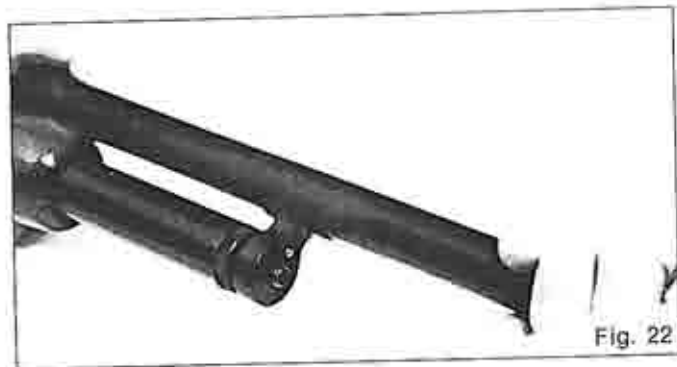

Fig. 22
- g7. Inserire il prolungamento della canna B2 nella apposita sede della culatta facendo attenzione che lo stelo del tappo tubo serbatoio entri nel foro del tenone B1 (Fig. 22).
Insert the barrel extension B2 in its housing in the receiver, ensuring that the magazine tube cap shaft is inserted in the tenon B1 hole (Fig. 22).
Insérer le prolongement du canon B2 dans le logement prévu de la boîte de culasse, en s'assurant que la tige du bouchon du tube-magasin entre dans le trou du crochet B1 (Fig. 22).